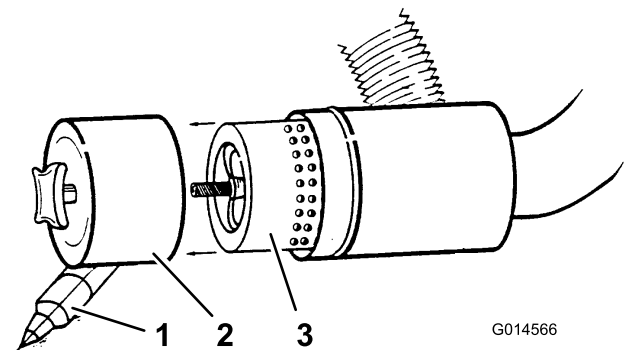

Figure 35
3. Déposez et remplacez le filtre (Figure 35).